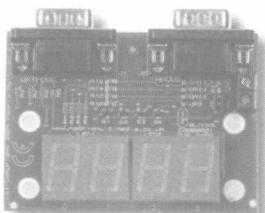

图 2.1-20 FlowCode7 段数位显示板
(19) FlowCode7 段数位显示板如图 2.1-20 所示。